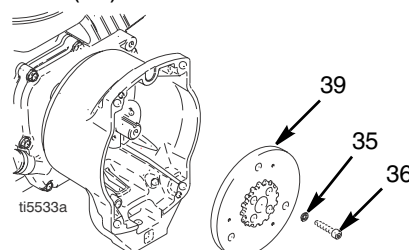

FIG. 7
1. FIG. 7. Introduire un tournevis à frapper ou un autre outil en coin entre l'induit (39) et le carter d'embrayage pour maintenir l'arbre moteur pendant le démontage.
2. Retirer les quatre vis (36) et leurs rondelles d'arrêt (35).
3. Enlever l'induit (39).